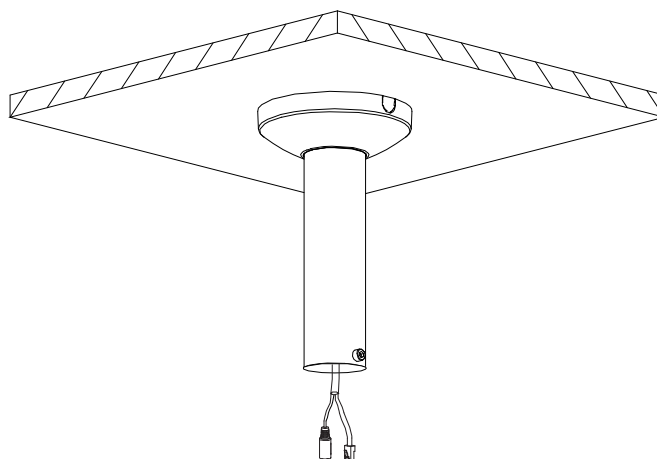

Рисунок 5.5 – Монтаж
7. Произведите крепление декоративной накладки D54 из комплекта поставки (Рисунок 5.5).